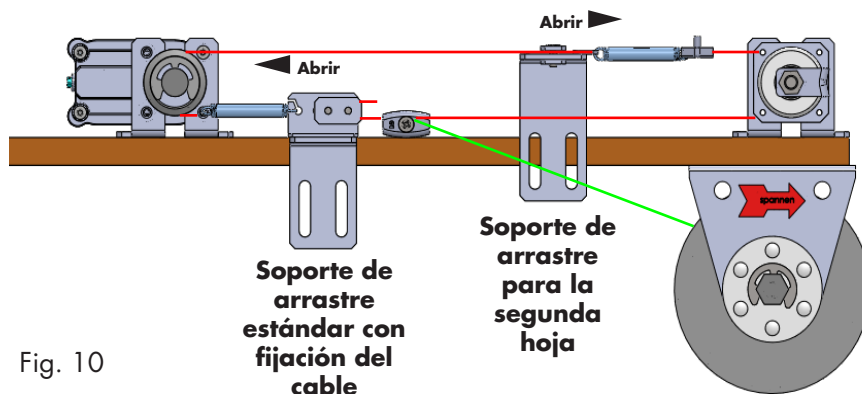

Fig. 10
**Funcionamiento:** Fije el soporte de arrastre para la segunda hoja el otro tramo del cable (superior o inferior, fig. 10), para que el movimiento del cable de transmisión lleve automáticamente la segunda hoja.
**IMPORTANTE:** Después de tensar el cable, finalice el montaje del soporte de arrastre para la segunda hoja asegurando su fijación. Los resortes de ambos arrastres deben quedar en el sentido ABRIR (fig. 10).